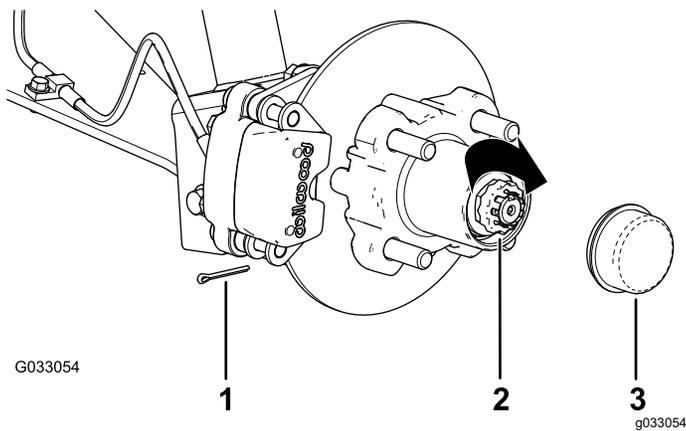

図 31
8. ナットの上からリテーナを取り付け、リテーナのスロットとスピンドルのスロットが整列しているかどうか確かめる 図 31。
9. コッターピンを取り付け、ピンの足をリテーナに巻き付けるように曲げる 図 31。
10. ハブにダストキャップを取り付ける 図 31。